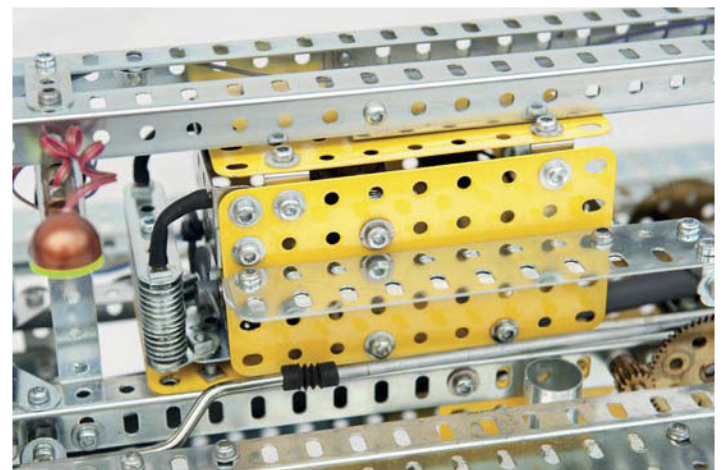

Fig. 15 La climatisation
- La climatisation (Fig. 15) : un moteur entraîne 2 hélices en plastique n°41b, le radiateur est constitué d'un empilement de bandes de 5 trous espacées par des rondelles. Le moteur est alimenté en même temps que les tapis roulants.